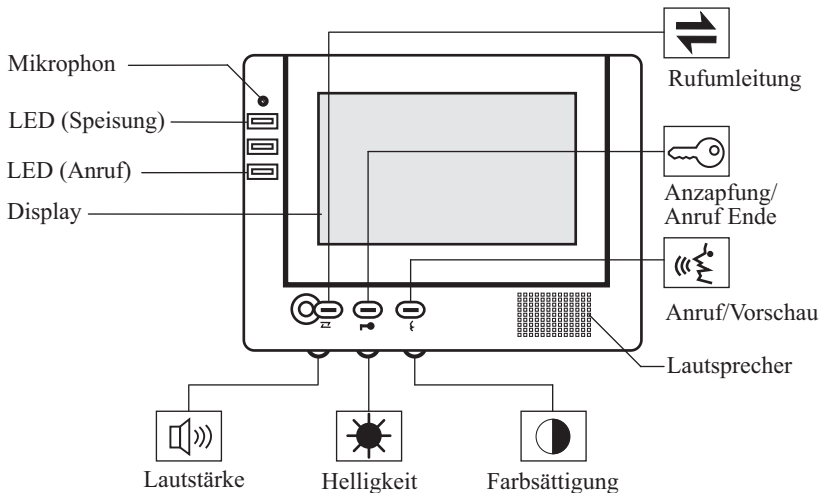

Abb. 1. MVC-6501 Monitor
- Zur Einschaltung des Sprechverkehrs soll man die Taste «ξ» (Anruf - siehe Abb. 1) drücken. Bei den zwei installierten Monitoren folgt nach der Aufnahme des Verkehrs auf einem Monitor die Ausschaltung des zweiten.
- Im MVC-6501 Monitor befinden sich die Regelungsbauteile, die die Änderung von Lautstärke, Kontrast und Farbsättigung ermöglichen (siehe Abb. 1).